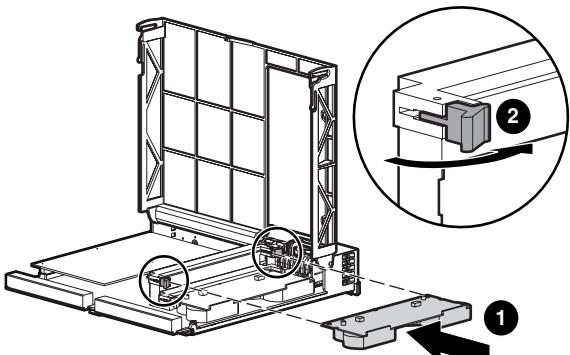

Abbildung 9: Einsetzen des Moduls
1. Schieben Sie das Modul in den Controller ①. Vergewissern Sie sich, dass die seitlichen Verriegelungen ② ganz eingerastet sind. Siehe Abbildung 9.